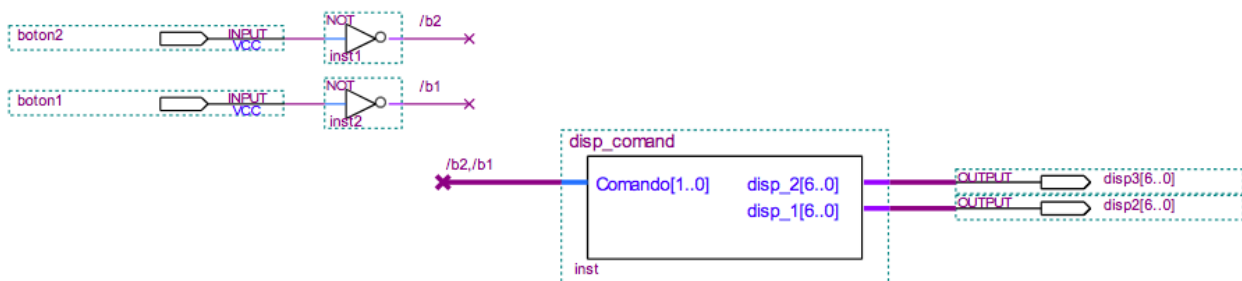

Figura 2: Circuito de prueba de **disp_comand**.
- Para probar el funcionamiento de **disp_comand** en la placa DE0, generar un proyecto en **Quartus II** según el diagrama de la figura 2.